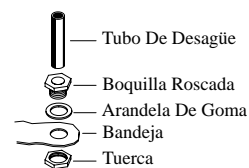

Fig. 4
• **La instalación del montaje de desagüe.** Quite la tuerca y pase la boquilla por el agujero de la bandeja, colocando la arandela de goma entre la bandeja y la cabeza de la boquilla (véase fig. 4). Coloque la tuerca en la boquilla y atornillela hasta que quede apretada contra la parte inferior de la bandeja. Inserte el tubo de desagüe en la boquilla para retener el agua. El tubo de desagüe se puede quitar para desaguar el agua de la bandeja cuando sea necesario. Se puede conectar una manguera de jardín a la boquilla para desaguar el agua hacia otra parte.